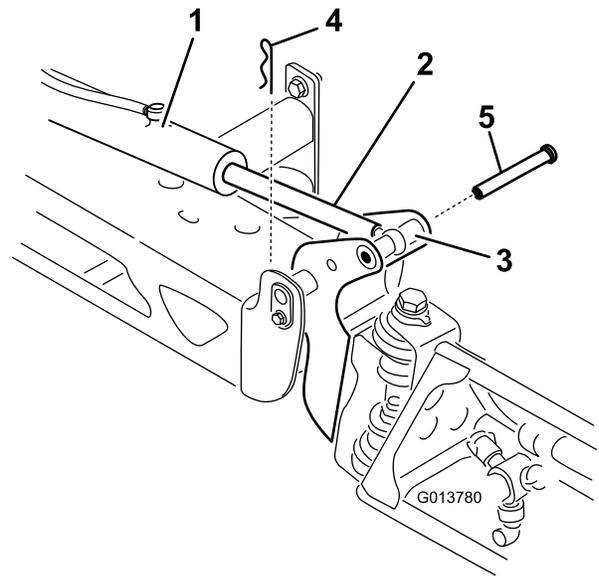

Figure 74
- Soulevez la rampe et déposez l'axe (Figure 74). Abaissez lentement la rampe au sol.
- Retirez la goupille fendue de l'axe de pivotement (Figure 74).
8. Élevez la rampe pour aligner le pivot sur la tige de vérin. Tout en maintenant la rampe, insérez l'axe dans le pivot de rampe et la tige de vérin (Figure 74).